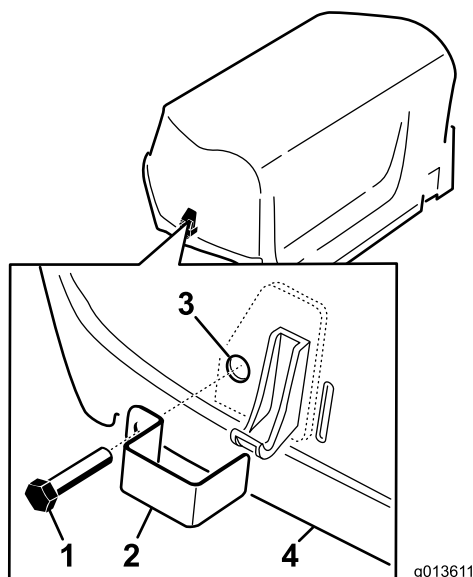

Figura 15
2. Instalezi un dispozitiv de blocare peste zăvorul capotei (Figura 15) cu un urub cu cap hexagonal complet filetat (2 în total).